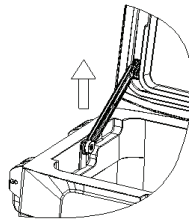

Abb. 1
- 3.2 Wenn Sie den Deckel schließen wollen, müssen Sie die Sicherungsleiste (Abb. 1) anheben. Der Deckel wird geschlossen und die LED-Anzeige erlischt.